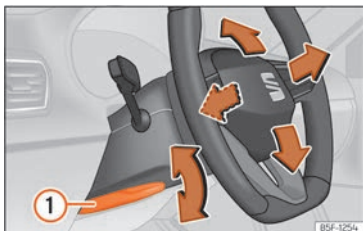

Abb. 65 Hebel auf der linken unteren Seite der Lenksäule.
• Hebel >>> **[Abb. 65] 1** nach unten schwenken, Lenkrad in die gewünschte Position bringen und Hebel wieder bis zum Schließpunkt nach oben drücken.
• Den Hebel >>> **[Abb. 65] 1** nach dem Einstellen immer fest nach oben schwenken, damit das Lenkrad während der Fahrt nicht unbeabsichtigt seine Position verändert.